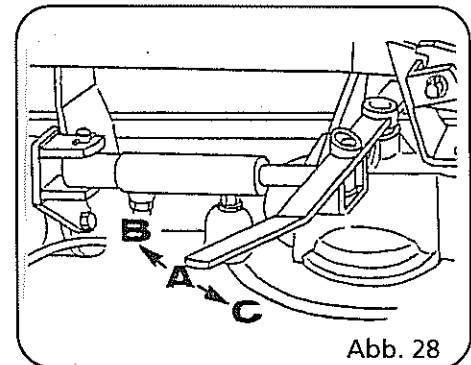

Abb. 28
- Bei Schrägstellung "Freirechen von rechts" Steuergerät auf Durchfluß schalten. Handhebel schwenkt dabei nach rechts (Abb. 28, Pos. C).